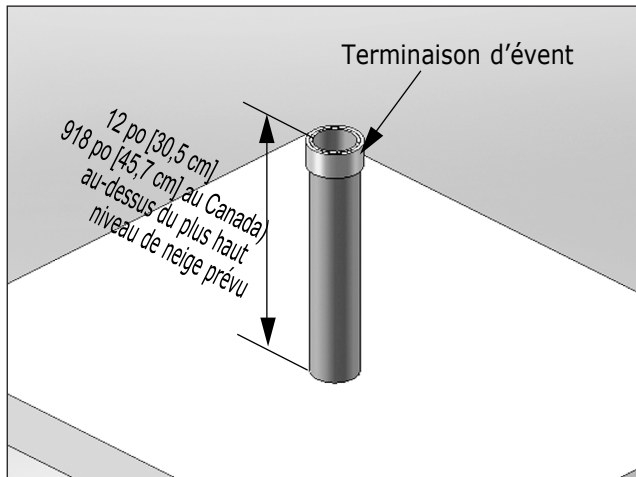

Fig. 15 - Catégorie - IV - Terminaison verticale du tuyau d'évent
3. La tuyauterie de ventilation doit être terminée à la verticale avec un raccord qui accepte une grille aviaire, et elle doit être située de 12 po [30,5 cm] (18 po [45,7 cm] au Canada) au-dessus du niveau de neige prévu le plus élevé, comme illustré Fig. 15 en page 24 ci-dessous.
3. Localisez la pénétration du tuyau d'évent de manière à créer les dégagements décrits à la Fig. 15 en page 24.
3. La tuyauterie d'évent doit se terminer à la verticale avec un raccord comme illustré à la Fig. 15 en page 24.
**N'allongez pas le tuyau d'évent au-dessus du toit, au-delà des dimensions illustrées à la Fig. 15 en page 24. L'exposition prolongée du tuyau d'évent pourrait causer le gel du condensat et bloquer le tuyau d'évent, entraînant des dommages matériels substantiels, des blessures graves ou la mort.**